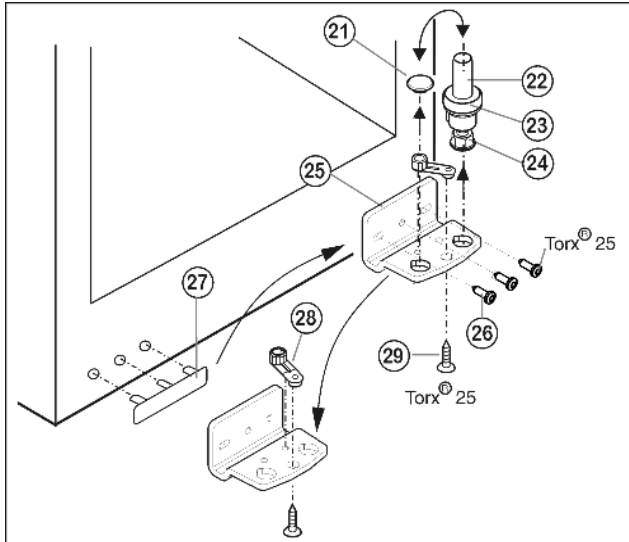

Fig. 5
- Lagerbout Fig. 5 (22) compleet met schijfje Fig. 5 (23) en stelootje Fig. 5 (24) naar boven eruit trekken.
- Stop Fig. 5 (21) eraf halen.
- Lagerbus Fig. 5 (25) losschroeven Fig. 5 (26).
- Lagerdeel Fig. 5 (28) losschroeven Fig. 5 (29) en in het tegenoverliggende opnamegat van de lagerbus omzetten en weer vastschroeven.
- Afdekking aan de greepzijde Fig. 5 (27) voorzichtig optillen en op de tegenoverliggende zijde plaatsen.
- Lagerbus Fig. 5 (25) aan de nieuwe scharnierzijde evt. met behulp van een accuschroevendraaier weer **goed (met 4 Nm)** vastschroeven.
- Stop Fig. 5 (21) weer in het andere gat aanbrengen.
- Lagerbout Fig. 5 (22) compleet met schijfje en stelootje weer aanbrengen. Er daarbij op letten, dat de sluitnok naar achter wijst.